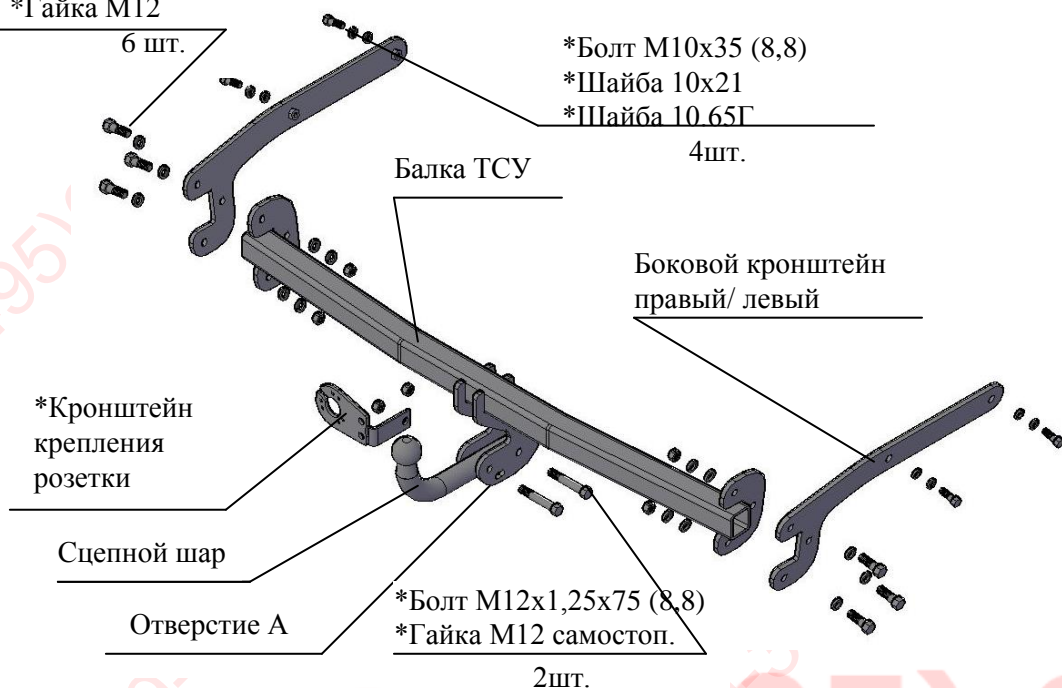

Рис.1 Тягово-сцепное устройство ТСУ 6015
2.1 ТСУ 6015 в сборе (рис.1)	1 шт.
2.2 Пакет с комплектующими (см. рис.1) Защитный колпак	1 шт.
4.3 Установить боковые кронштейны ТСУ (правый и левый соответственно рис.1) в лонжероны до совпадения положения приваренных гаек с отверстиями во внешних полках лонжеронов. Закрепить болтами М10х35, подложив под болты шайбы 10х21 и шайбы 10.65Г. Крепеж не затягивать.